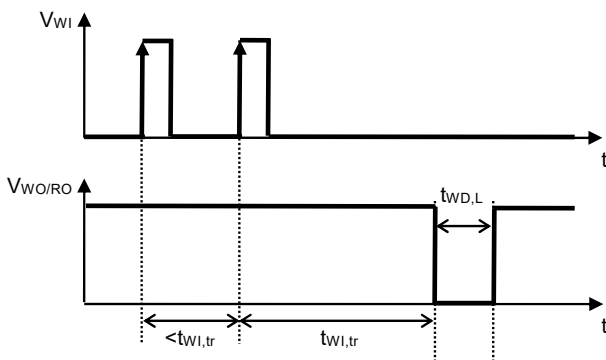

图8 看门狗触发时间
- \*1. 看门狗定时器进行超时或双脉冲检测后, WO / RO端子保持 "L" 的时间 (参阅图8)。此值可以通过 $C_{DLY}$ 的电容值进行更改。
- \*2. 从看门狗定时器开始进行触发信号检测后, 到检测出超时, 并且WO / RO端子输出变化为 "L" 为止的时间 (参阅图8)。此值可以通过 $C_{DLY}$ 的电容值进行更改。